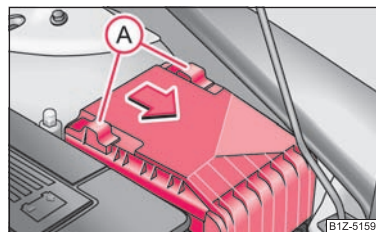

Abb. 189 Sicherungsdeckel im Motorraum
- Verschieben Sie die Sicherungsbügel (A) ⇒ Seite 224, Abb. 189 bis zum Anschlag, hinter dem Sicherungsbügel erscheint das Symbol , und nehmen Sie den Deckel ab.